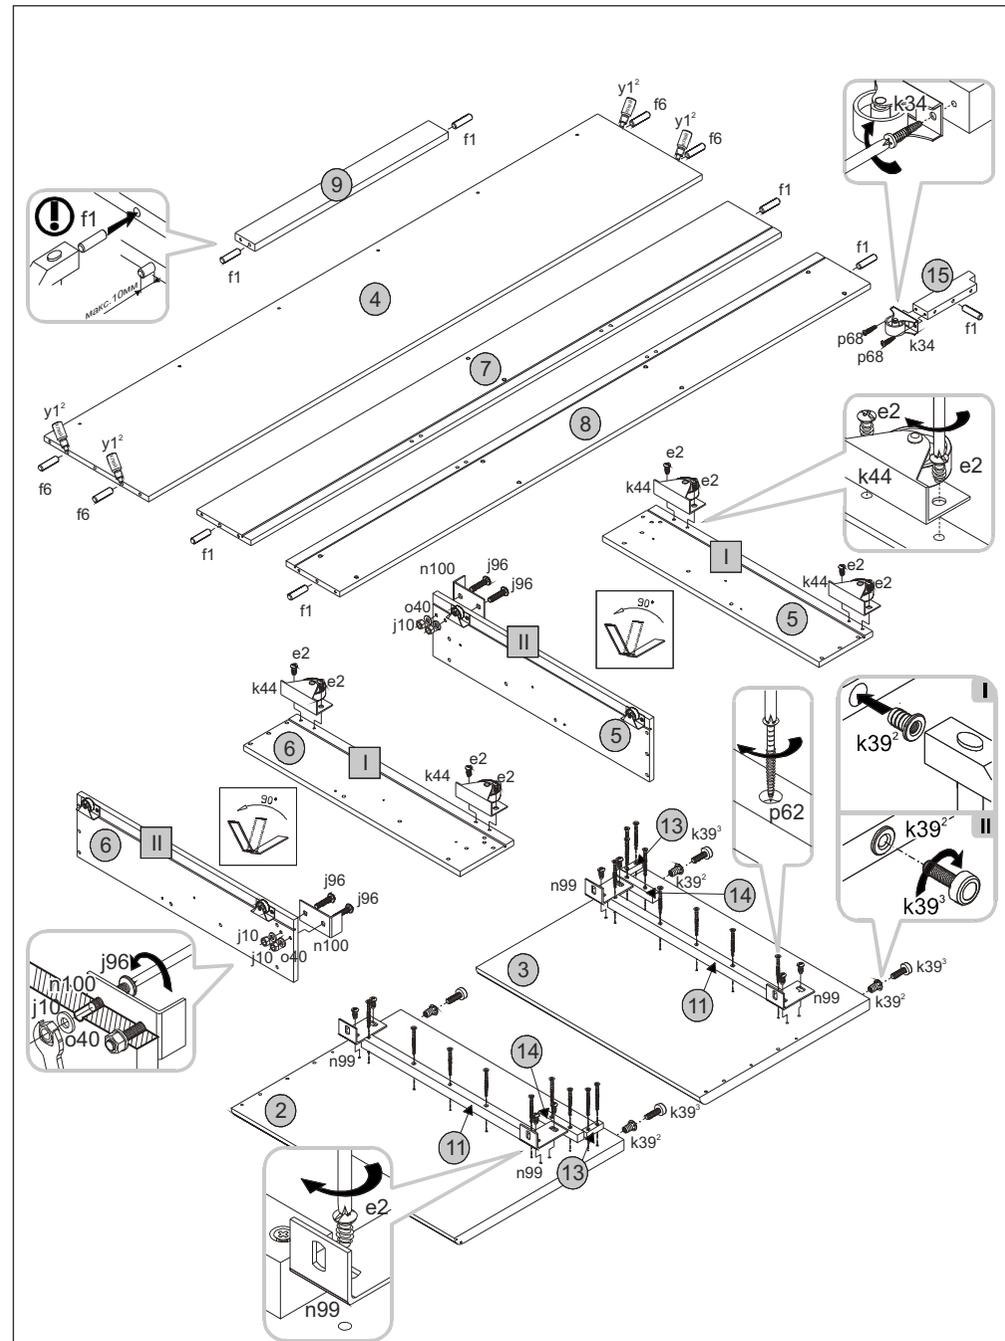

Рис. 3
5.9 На нижних кромках стенки левой **2** и стенки правой **3** в отверстия диаметром **8 мм** с помощью молотка вбить элементы опоры **k39²**, в элементы опоры **k39²** вкрутить опоры **k39³** (**см.рис.3**).